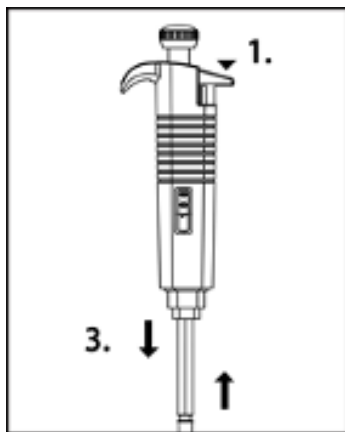

図8
2. 開口ツールの歯をチップイジェクターとチップイジェクターカラーの間に置き、ロック機構を解除します (図 8)。